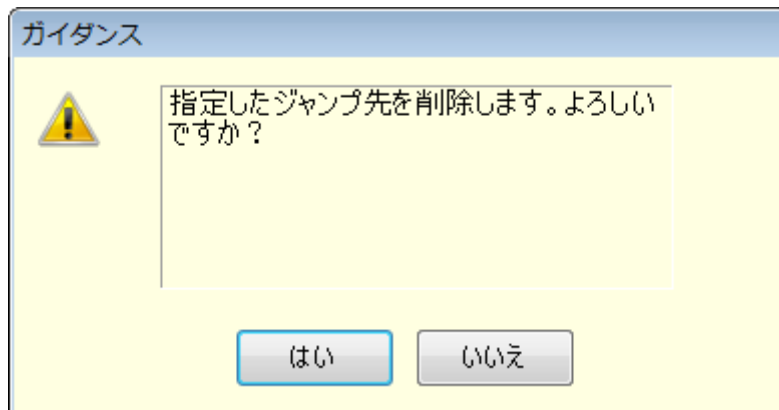

図5-7 ステップ削除の確認ダイアログ
- ジャンプ先やブランチステップに設定されているステップを削除した場合は，図5-7のダイアログが表示されます。**はい**を選択すると，ステップが削除されジャンプ先やブランチステップは無効となります。**いいえ**を選択すると，ステップの削除はキャンセルされます。